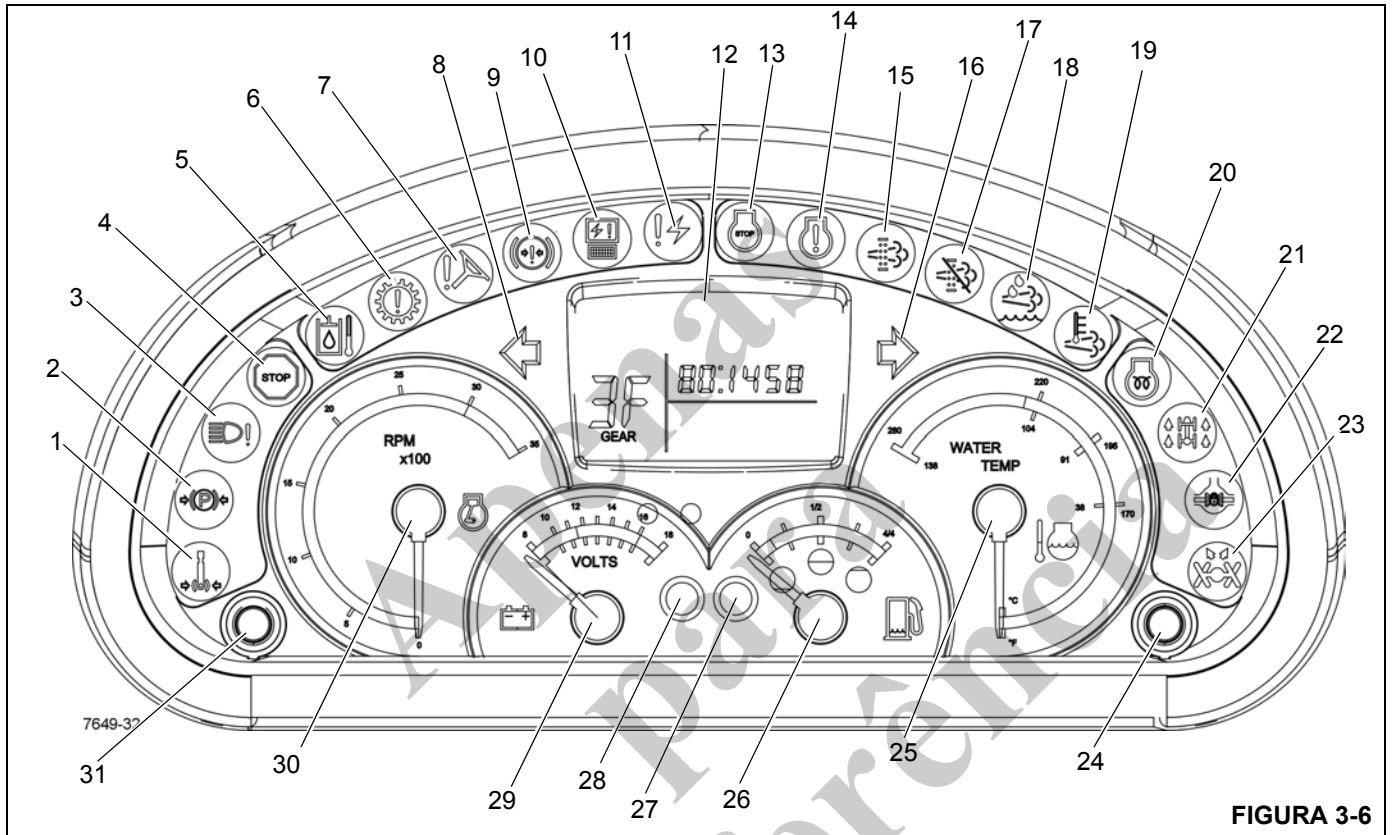

FIGURA 3-6
Números dos itens da Figura 3-6
O indicador do freio de giro acionado (1) (Figura 3-6) localiza-se no mostrador de indicadores da coluna de direção. Ele acende em vermelho quando o freio de giro do motor de giro da plataforma rotativa estiver acionado impedindo a rotação da superestrutura do guindaste.
O indicador do freio de estacionamento acionado (2) (Figura 3-6) localiza-se no mostrador de indicadores da coluna de direção. Ele acende em cor vermelha quando o freio de estacionamento for acionado.
O indicador de defeito nos faróis (3) (Figura 3-6) localiza-se no mostrador de indicadores da coluna de direção. Ele acende em âmbar quando os faróis dianteiros do guindaste estiverem defeituosos.
O indicador de parada de emergência (4) (Figura 3-6) localiza-se no mostrador de indicadores da coluna de direção. Ele acende em vermelho quando a chave de parada de emergência for pressionada (consulte *Chave de parada de emergência*, página 3-17) e uma campainha de aviso é acionada.
O indicador de temperatura do óleo hidráulico alta (5) (Figura 3-6) localiza-se no mostrador de indicadores da coluna de direção. Ele acende em vermelho quando a temperatura do óleo hidráulico ultrapassar 200°F (93°C); uma campainha de atenção também é acionada. Quando este indicador acender, apoie a carga o mais rápido possível, desligue o motor e tente identificar a causa da alta temperatura do óleo hidráulico.
O indicador de atenção da transmissão (6) (Figura 3-6) localiza-se no mostrador de indicadores da coluna de direção. Ele acende em vermelho quando a temperatura do óleo da
O indicador de baixa pressão da direção (7) (Figura 3-6) localiza-se no mostrador de indicadores da coluna de direção. Ele se ilumina com a cor vermelha quando a pressão hidráulica está baixa. Uma campainha de atenção também soará.
O indicador da sinaleira direcional esquerda (8) (Figura 3-6) localiza-se no mostrador de indicadores da coluna de direção. É uma luz em forma de seta verde que pisca quando a alavanca da sinaleira direcional é empurrada para baixo ou a chave das luzes de PERIGO é posicionado em ON.
O indicador de pressão do freio baixa (9) (Figura 3-6) localiza-se no mostrador de indicadores da coluna de direção. Ele acende em vermelho quando a pressão na válvula de carga do acumulador duplo cai abaixo dos requisitos normais de operação. Uma campainha de atenção também soará.
O indicador do módulo eletrônico (10) (Figura 3-6) localiza-se no mostrador de indicadores da coluna de direção. Se qualquer dos módulos eletrônicos estiver off-line e sem comunicação com o sistema, o indicador acende em vermelho.
O indicador de diagnóstico do sistema eletrônico (11) (Figura 3-6) localiza-se no mostrador de indicadores da coluna de direção. O indicador é uma luz vermelha usada para detecção e resolução de problemas no sistema CAN-BUS.
O mostrador de LCD (12) (Figura 3-6) localiza-se no mostrador de indicadores da coluna de direção. O mostrador indica a marcha em uso, códigos de falha e a versão do software principal.
O indicador de parada do motor (13) (Figura 3-6) localiza-se no mostrador de indicadores da coluna de direção. Ele acende em vermelho quando um sinal é enviado do ECM do motor. Além disso, uma campainha de atenção também soará.
O indicador de atenção do motor (14) (Figura 3-6) localiza-se no mostrador de indicadores da coluna de direção. Ele acende em âmbar quando um sinal é enviado do ECM do motor.
O indicador do DPF (Filtro de particulado do motor) (15) (Figura 3-6) localiza-se no mostrador de indicadores da
O indicador da sinaleira direcional direita (16) (Figura 3-6) localiza-se no mostrador de indicadores da coluna de direção. É uma luz verde em forma de seta que pisca quando a alavanca da sinaleira direcional é empurrada para cima ou a chave da luz de perigo é ligada.
O indicador de inibição da regeneração (17) (Figura 3-6) localiza-se no mostrador de indicadores da coluna de direção. Quando a chave de regeneração (9) (Figura 3-4) esti-
O indicador do DEF (Fluido do escape de diesel) (18) (Figura 3-6) localiza-se no mostrador de indicadores da coluna de direção. O indicador possui quatro estágios diferentes que serão acionados pelo sensor do nível de fluido no tanque do DEF:
*Tanque baixo* - O primeiro aviso ao operador é de que o agente redutor no tanque está baixo. O indicador do DEF (18) permanece aceso continuamente.
*Redução* - O indicador do DEF (18) começa a piscar para avisar o operador de que uma redução será ativada se o tanque do agente redutor não for reabastecido.
*Indução de baixo nível* - O Indicador do DEF (18) pisca e o Indicador de atenção do motor (14) permanece aceso continuamente. A redução será ativada neste estágio.
*Indução grave* - Se o tanque do DEF (18) ficar vazio, a operação do guindaste ficará restrita. O indicador do DEF (18) pisca e o indicador de parada do motor (13) acende em vermelho.